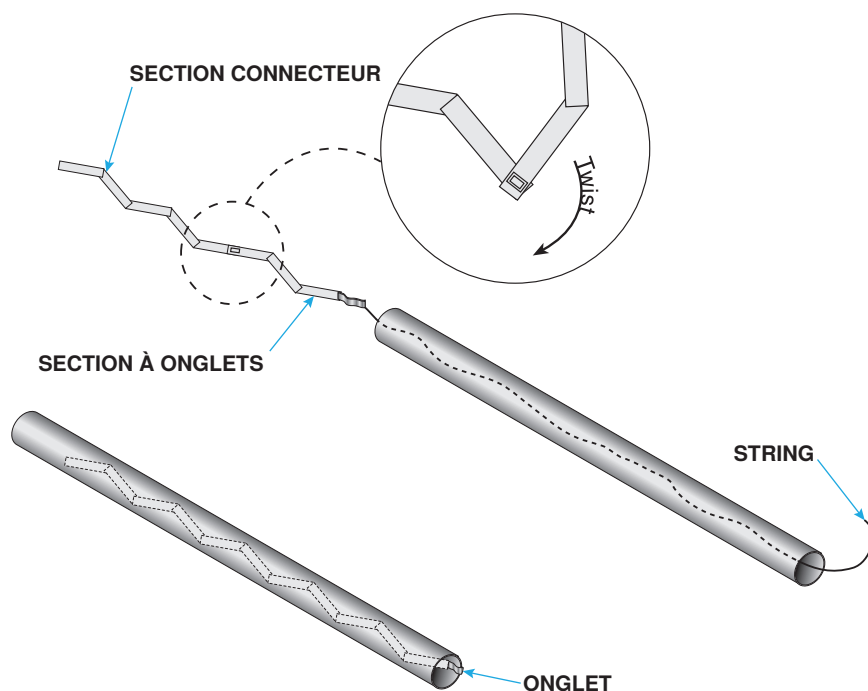

Figure 7. Installation du turbulateur
- Verrouillez les sections du turbulateur comme indiqué sur la Figure 7 et faites glisser l'ensemble dans le tube d'extension. La ficelle peut être utilisée comme indiqué pour positionner le turbulateur.
- Pliez l'onglet autour de l'extrémité aval du tube comme indiqué sur la Figure 7 pour fixer le turbulateur.